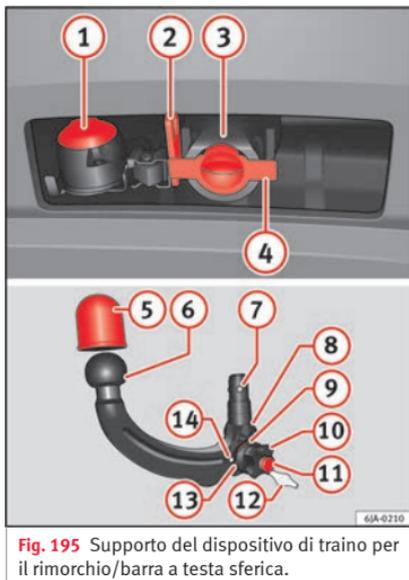

Fig. 195 Supporto del dispositivo di traino per il rimorchio/barra a testa sferica.
Legenda » fig. 195
- Rimuovere il tappo del foro della bussola di serraggio **4** » **fig. 195** tirando verso il basso.
- Collocare il tappo del foro della bussola di serraggio ❷ » fig. 195.